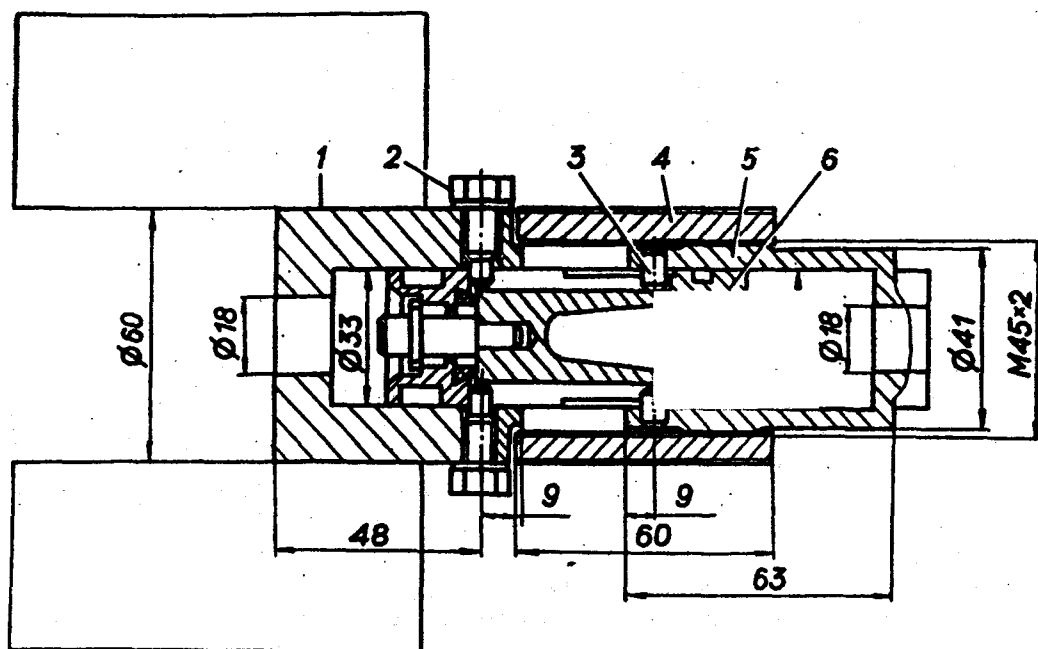

Рис. 92. Разборка поршня главного тормозного цилиндра:
- выпрессовать упорные стержни 15 из поршней с помощью приспособления, показанного на рис. 92. Вынуть уплотнительные кольца 12 головки (см. рис. 82) из головок поршней.